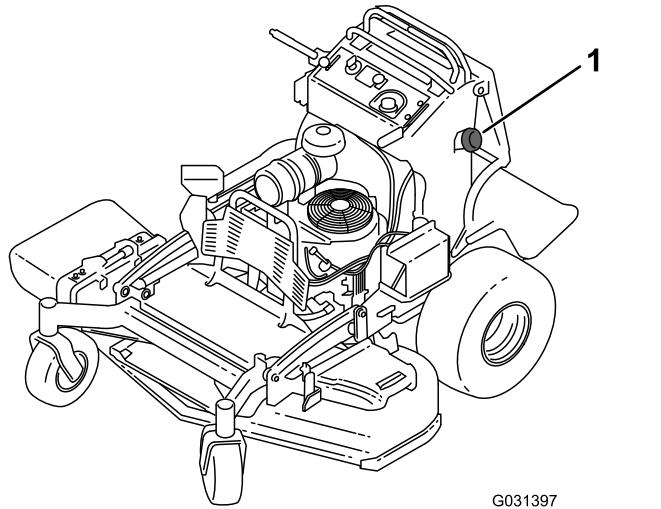

Figura 44
3. Limpie alrededor del tapón del depósito de combustible para evitar que entre suciedad en el depósito (Figura 44).
6. Usando la bomba tipo sifón, vacíe el combustible en un recipiente de combustible limpio (Figura 44).